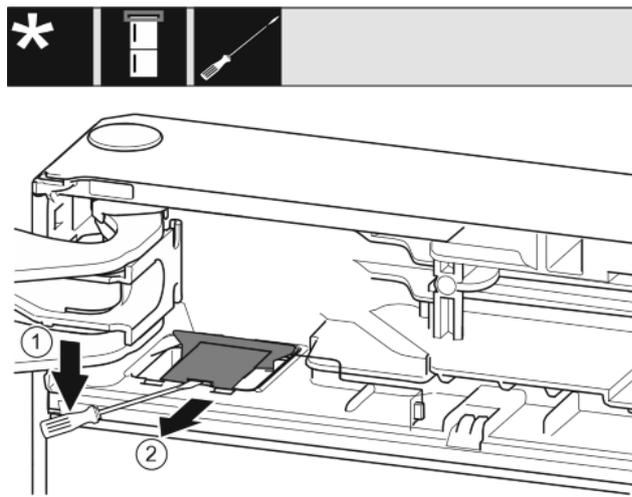

Fig. 8
- ▶ Avec un tournevis plat détacher et garder le cache. Fig. 8 (1)
- ▶ Sortir le cache. Fig. 8 (2)